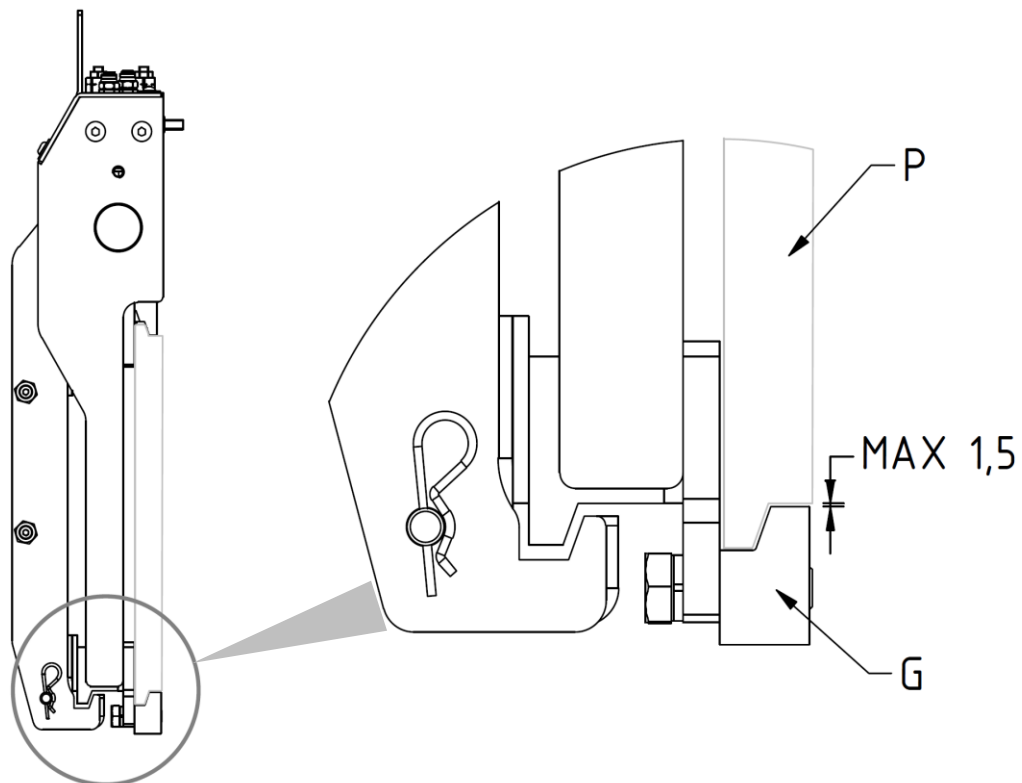

Figura 8
7. Riavvitare i 2 ganci inferiori **G** in modo che il corpo di questi rimanga agganciato anche inferiormente alla piastra porta forche **P** (con gioco max. 1,5mm, vedi *Figura 8*), serrando con coppia di serraggio indicata nella *Tabella 4*.
3. Controllare il gioco fra la parte inferiore della piastra porta forche e i ganci inferiori dell'attrezzatura, verificando che sia come indicato in *Figura 5* (pag.12) e in *Figura 8* (pag.15) ed, eventualmente, intervenire sul serraggio delle viti che li sorreggono.